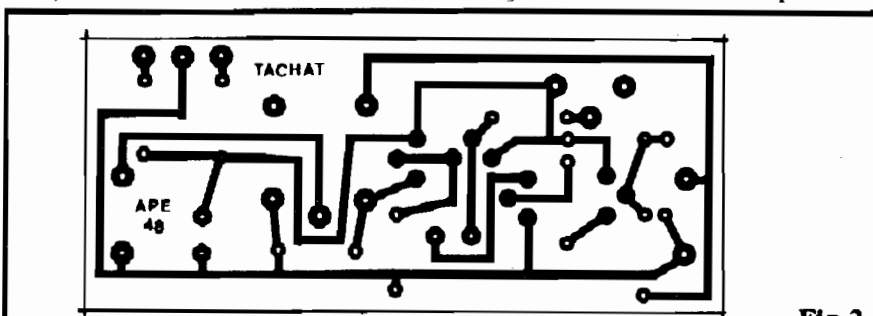

Fig. 2
- FIG. 2 - LAY OUT DO CIRCUITO IMPRESSO ESPECÍFICO - A plaquinha é pequena e simples em seu desenho de ilhas e pistas... A ausência de Integrados, inclusive, torna as coisas menos "apertadas", facilitando a elaboração do lay out (o padrão pode ser copiado diretamente da figura, já que está em tamanho natural...) e mesmo a traçagem feita com tinta ou decalques ácido-resistentes... De qualquer modo, após a corrosão na solução de perclorato de ferro, tudo deve ser muito bem conferido, buscando-se falhas, "curtos", lapsos, etc., que devem ser corrigidos antes de se iniciar as inserções e soldagens de componentes. Aos Hobbystas que só agora estão chegando à Turma, recomendamos seguir as INSTRUÇÕES GERAIS PARA AS MONTAGENS, um módulo permanente encartado nas páginas iniciais de toda APE...